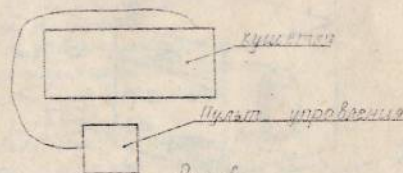

Рис. 6
8. Вставить кабель управления в гнёзда кушетки и пульта управления, установить пульт управления на тумбочку согласно рис.6.